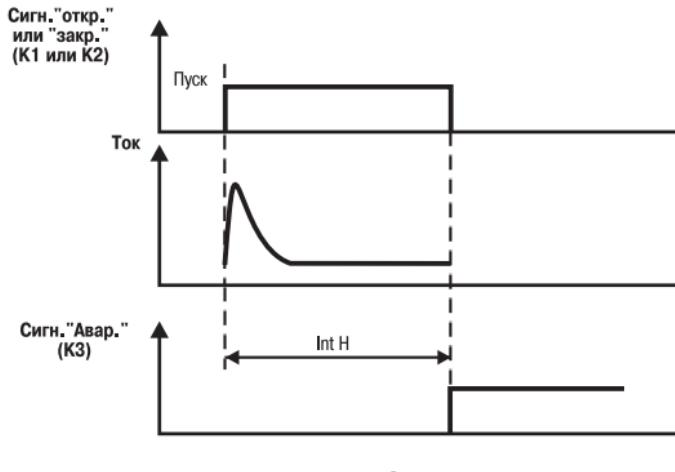

Рис. 9
- время, заданное в параметре **IntH**, превышено, а соответствующий сигнал от компаратора уровня не поступил (рис. 9); эта аварийная ситуация возможна только в тех случаях, когда опре-